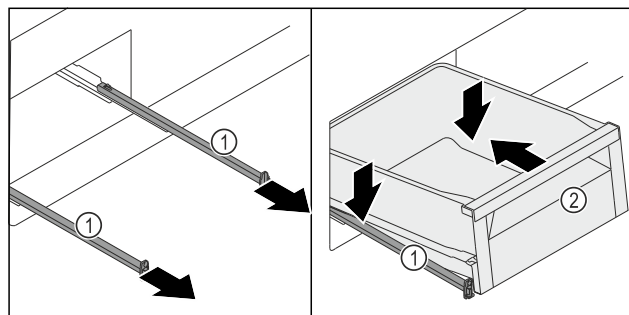

Fig. 124
- Sortir les rails Fig. 124 (1).
- Maintenir les rails Fig. 124 (1) et installer le tiroir Fig. 124 (2) incliné du haut sur les rails Fig. 124 (1).
- Pousser le tiroir *Fig. 124 (2)* sur les rails *Fig. 124 (1)* vers l'arrière jusqu'en butée.